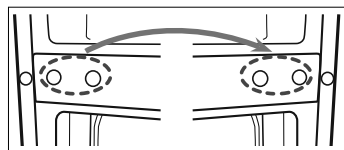

Fig. 8
- ▶ Retire los tapones ciegos con un destornillador de ranura y colóquelos en el lado opuesto (véase la **fig. 8**).